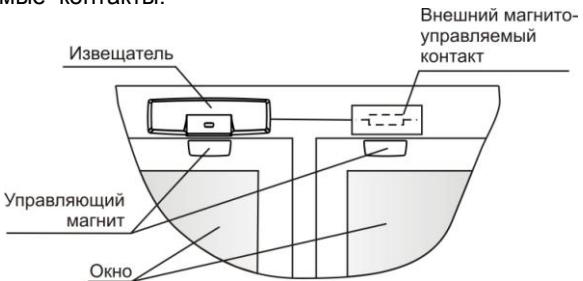

Рисунок 4
8.1.3 Вариант размещения извещателя на **окне** (рисунок 4). Рекомендуется использовать дополнительные внешние проводные магнитоуправляемые контакты. Извещатель контролирует и встроенный и внешние магнитоуправляемые контакты.